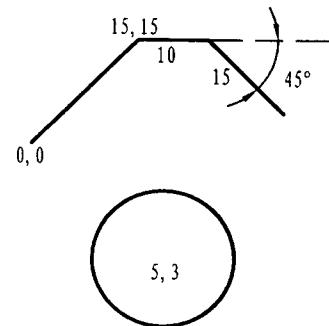

图 1-2 Auto CAD 绘图举例
(2) 交互式软件。通用绘图软件多为交互式，如 AutoCAD。使用该软件时用户可按交互对话方式指挥计算机。这种软件简单易学，不需要太多的其它基础知识。目前，计算机通用绘图软件很多，使用方式大同小异，这里仅以目前应用最为广泛的 AutoCAD 软件为例，列举几个简单的例子，如图 1-2 所示。AutoCAD 的交互方式是在提示行处于命令(Command:)状态时，由用户输入一个命令，计算机即提示输入坐标点等，例如：